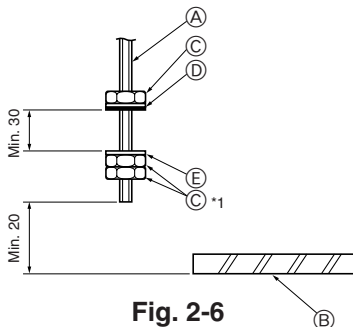

Fig. 2-6
2.4. Üniteyi asma işlemleri (Fig. 2-6)